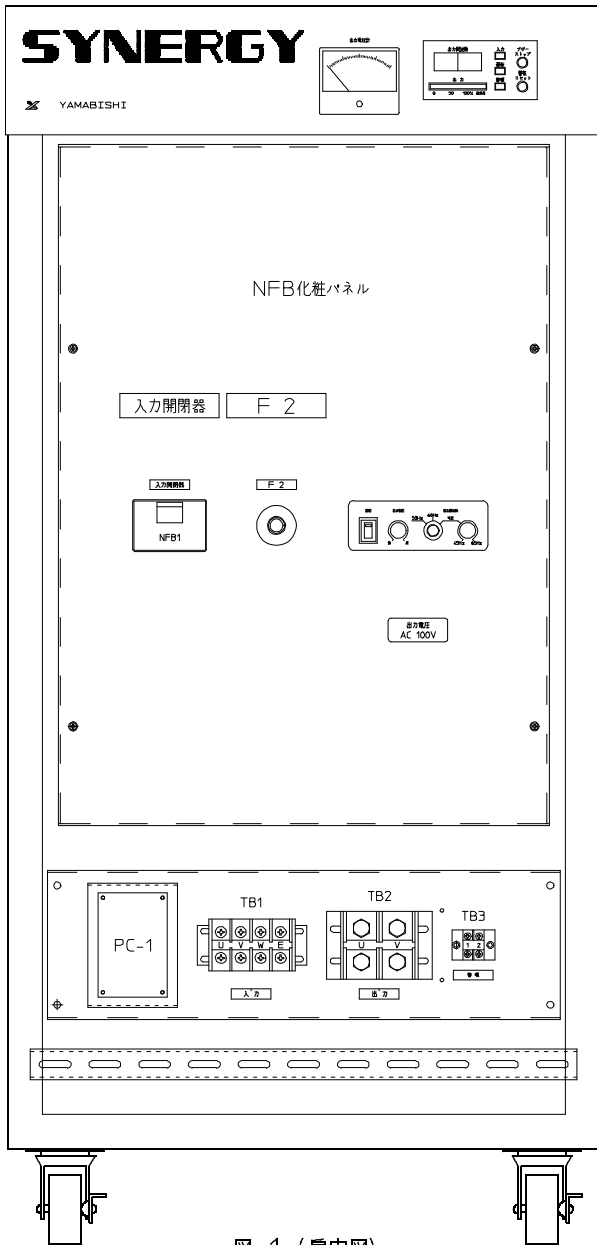
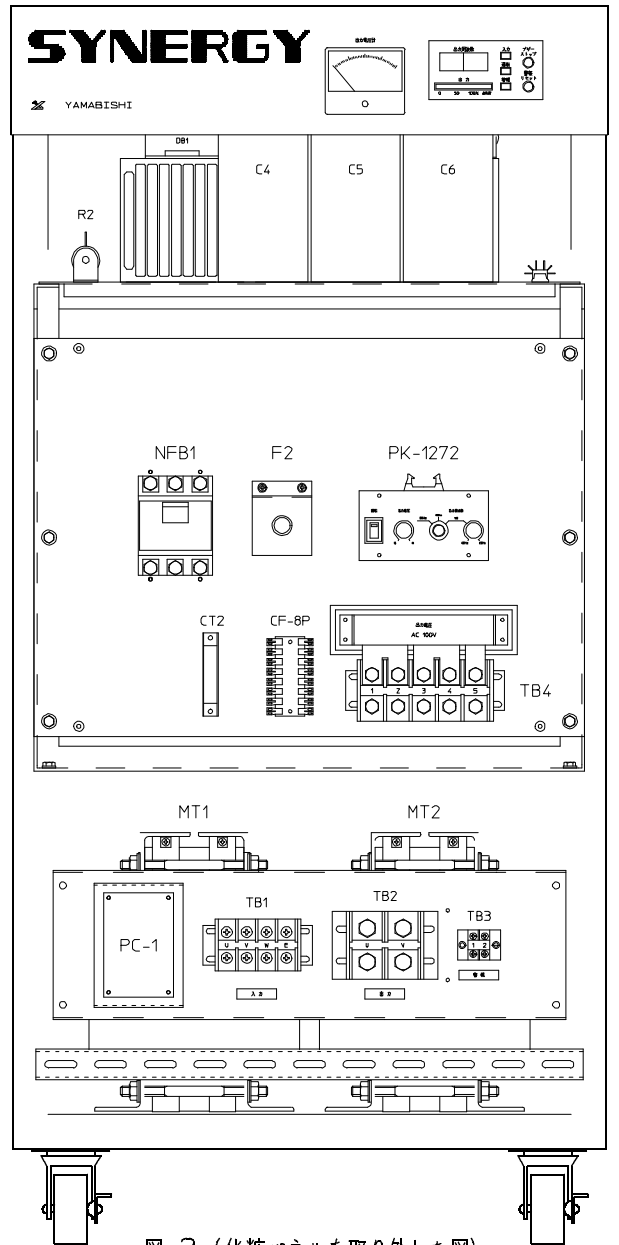
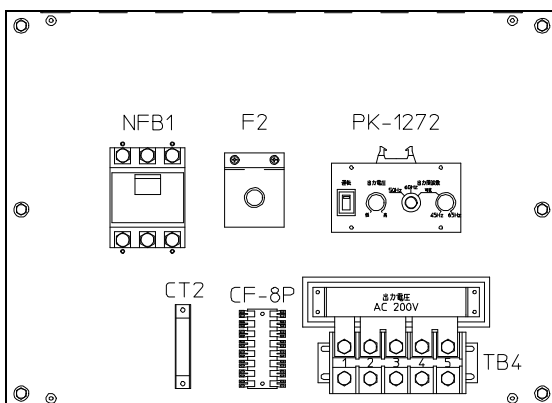

図 1 (扉内図)
図 2 (化粧パネルを取り外した図)
図 3
- 1 図1の化粧パネルを4箇所のM4ビスを取り外すと,図2の様に出力電圧表示板が現われます.
備考 図2は出力電圧100Vを示し図3は出力電圧200Vを示します.